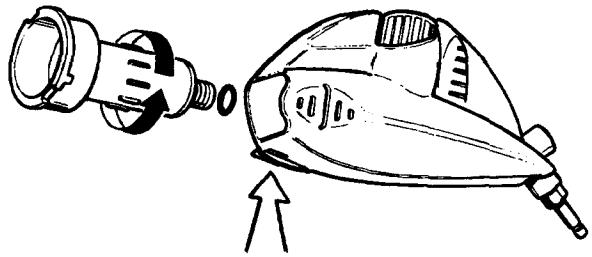

Fig. 3
- Premere la linguetta di sgancio (indicata con la freccia nella Fig. 3) per sbloccare il filtro.